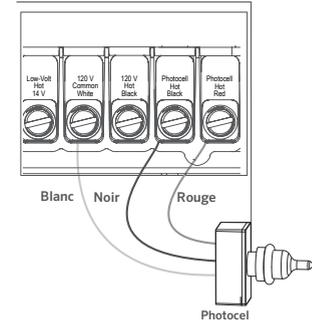

Figure 3 : branchement de la cellule photoélectrique au PX
4. La cellule photoélectrique est équipée d'usine avec trois fils : un fil neutre blanc, un fil de phase noir, et un fil de commutation rouge. Le fil blanc doit être installé sur la borne étiquetée "120 V Common White". Le fil noir doit être installé sur la borne étiquetée "Photocell Hot Black". Le fil rouge doit être installé sur la borne étiquetée "Photocell Hot Red" (Figure 3).